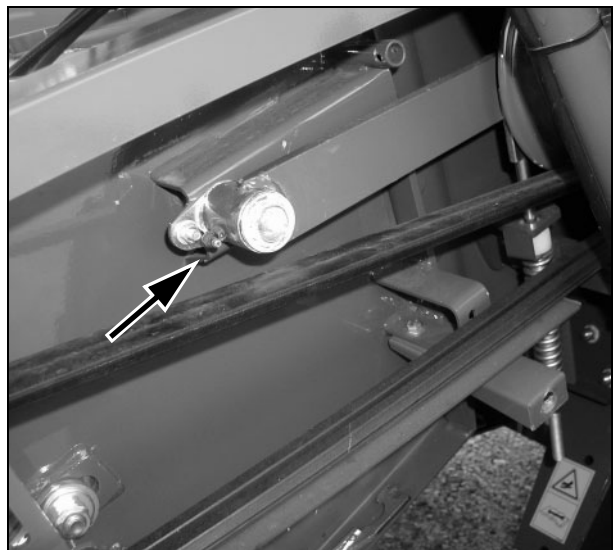

Рис. 23
**18.)Ременный привод жатки - Рис. 23**